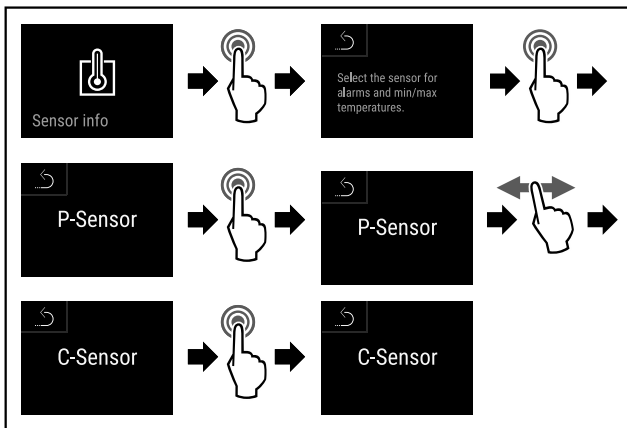

Fig. 166
- ▶ Seguir los pasos de procedimiento (consulte Fig. 166) .